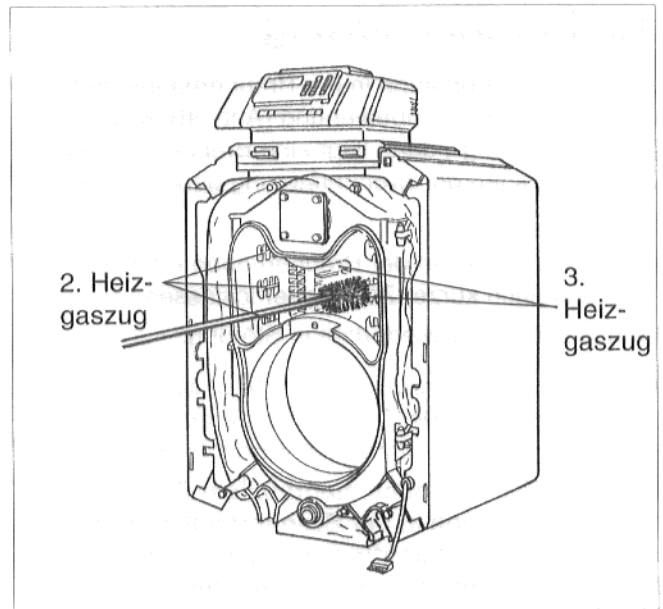

Abb. 44
- Mit der Reinigungsbürste (1) den 2. und 3. Heizgaszug reinigen (Abb. 44). Die Reinigung erfolgt durch waagerechte Bewegung der Reinigungsbürste.